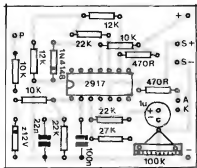

Fig.3
- FIG. 3 - "CHAPEADO" DA MONTAGEM - A pequena quantidade de peças sempre simplifica muito a elaboração final do circuito, na parte mais "gostosa" para o Hobbyista ("enfiar" as pernas dos componentes no Impresso e realizar as soldagens...). Basta, então, usar a figura como gabarito,
ponto "P" refere-se à ligação de um único fio, que vai ao platinado do veículo, conforme instruções mais detalhadas em outra figura... Para quem ainda não "percebeu", no diagrama a placa continua vista pela face não cobreada (só que agora, para "descomplicar", os componentes estilizados na fig. 3 não são mais mostrados...).
sualização do LED seja fácil, pelo motorista... Aproveitamos para reafirmar que, quem deseja economizar "algum", poderá até optar pelo "aviso" **apenas** luminoso, usando então o LED, mas **não** colocando, no circuito (nem, obviamente, no painel final da AMU...) o sinalizador piezo... Também redundará em economia (embora em menor escala...) a utilização apenas do alarme sonoro, caso em que o LED não precisará ser adquirido, e também não deverá ser colocado na placa daquele resistor de 470R posicionado logo acima do capacitor de 1u (rever fig. 3...).